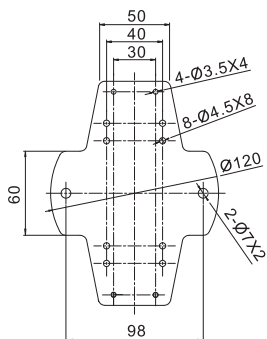
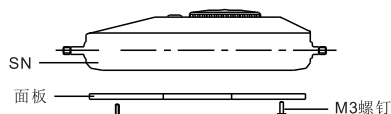
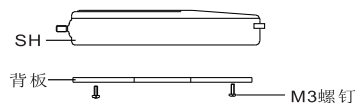

图3 背板安装尺寸
图4 SN 安装示意图
图5 SH (内置式) 安装示意图
3、数显式推拉力计安装(内置式)：利用附件4枚M3螺钉从背板(附图3)背面的30×145通孔旋入推力拉计的安裝螺孔并上紧螺钉，再将背板重新安装到机架上即可(附图5)；
- 2、指针式推拉力计安装(SN系列)：用十字螺丝刀卸去推拉力计后盖上的4枚M3×8螺钉，利用附件4枚M3×14螺钉从背板(附图3)背面的30×145螺孔旋入推力拉计的安裝螺孔，并上紧螺钉，再将背板安装到机架上即可(附图4)；